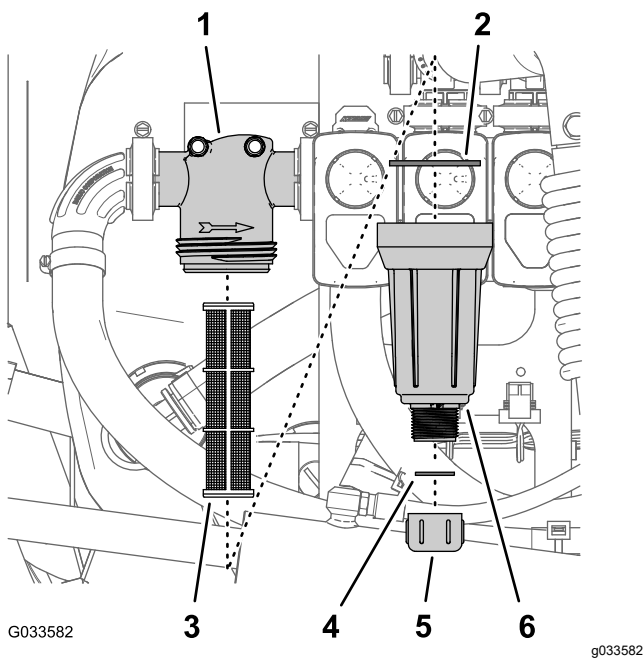

Figura 96
2. Amplasai o tavă de golire sub filtrul de presiune (Figura 96).
- Rotii capacul de golire în sens invers acelor de ceasornic i scoate-l din vasul filtrului de presiune (Figura 96).
- Rotii vasul în sens invers acelor de ceasornic i îndepărtați capul filtrului (Figura 96).
- Îndepărtați elementul filtrului de presiune (Figura 96).
- Verificați dacă există deteriorare i uzură la nivelul garniturii pentru bușonul de golire (situat în interiorul vasului) i garniturii pentru vas (aflată în interiorul capului filtrului) (Figura 96).
- Montați un nou element de filtrare de presiune la capul filtrului (Figura 96).
- Montați vasul pe capul filtrului i strângeți-l manual (Figura 96).
- Montați capacul de golire pe fittingul din partea de jos a vasului i strângeți capacul manual (Figura 96).